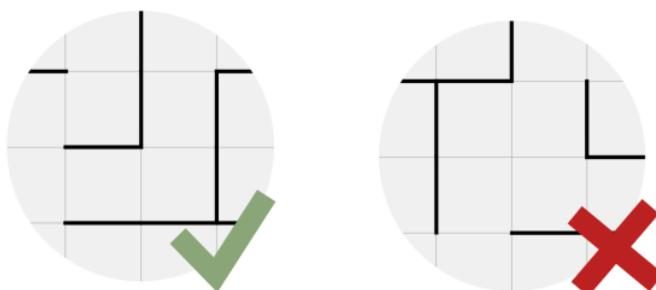

Рис. 4. Особенности расположения стенок полигона
3. Внутри любого квадрата из четырех ячеек находится хотя бы одна стенка (см. рис. 4).